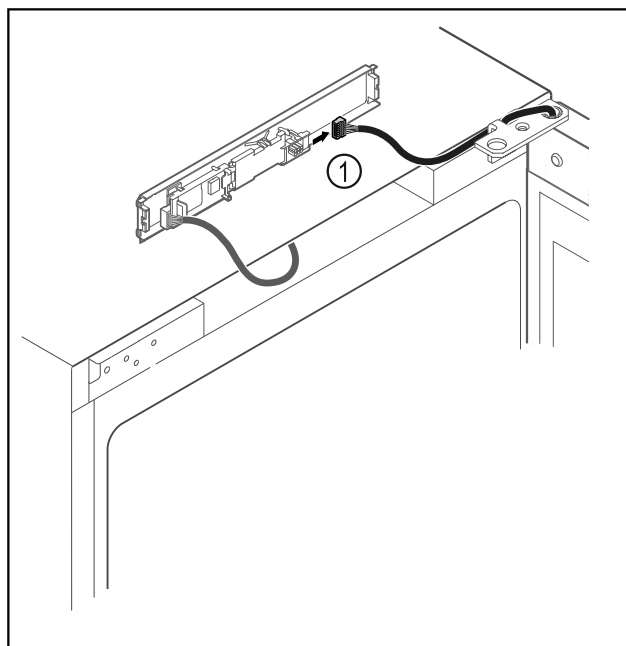

Fig. 18
- ▶ Vytáhněte zástrčku Fig. 18 (1) z desky.